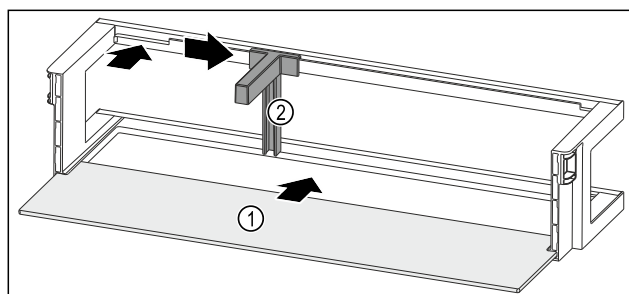

Fig. 136 带搁板的门边存放架
- ▶ 将搁板 Fig. 136 (1)推入侧面凹槽。
- ▶ 将瓶托 Fig. 136 (2)装入槽中。
- ▶ 将瓶托 Fig. 136 (2)推至一侧的所需位置。